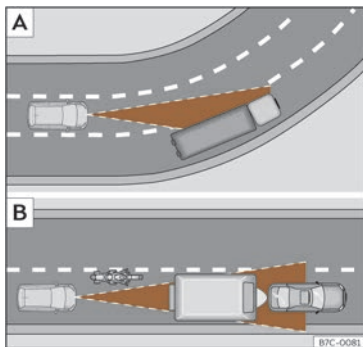

Fig. 176 [A] Vehicle en un revolt. [B] Motociclista circulant per davant fora del radi d'acció del sensor de radar.
L'ACC podria no detectar el vehicle precedent en un revolt o podria regular la distància amb vehicles que es troben en altres carrils » **fig. 176** [A].
- Vehicles que circulin desalineats o fora de la zona de detecció del sensor, per exemple, motocicletes » **fig. 176** [B]